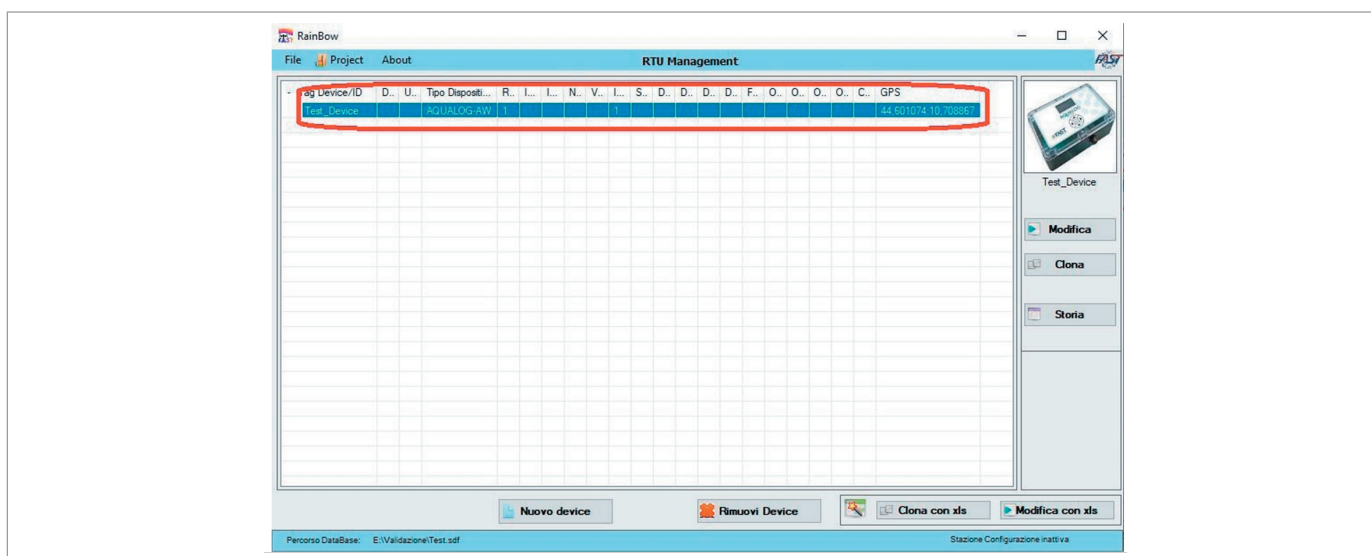

Fig. 8.28. Selección de la RTU
3. Seleccione la RTU deseada (Fig. 8.28).